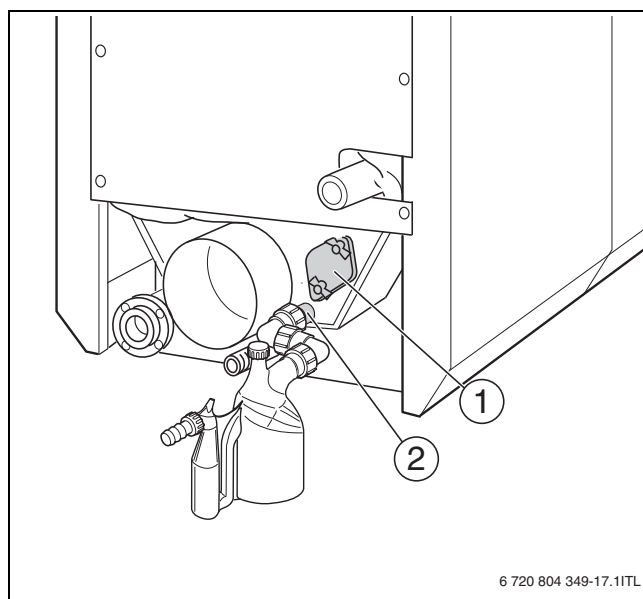

Fig. 47 Trappe de visite collecteur de fumées
- ▶ Ne pas boucher l'écoulement des condensats (→ fig. 47, page 39) pendant le nettoyage.